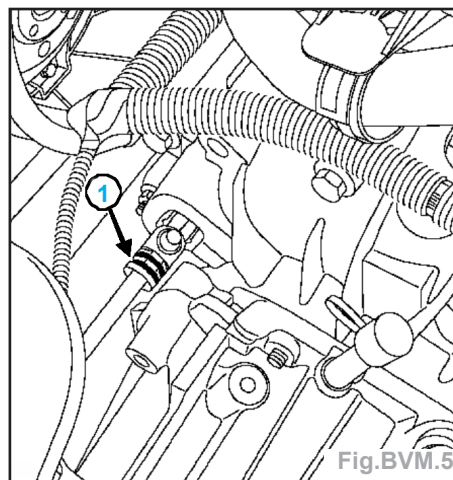

Fig.BVM.5
- Débrancher le récepteur d'embrayage en retirant l'agrafe (1) (Fig.BVM.5).